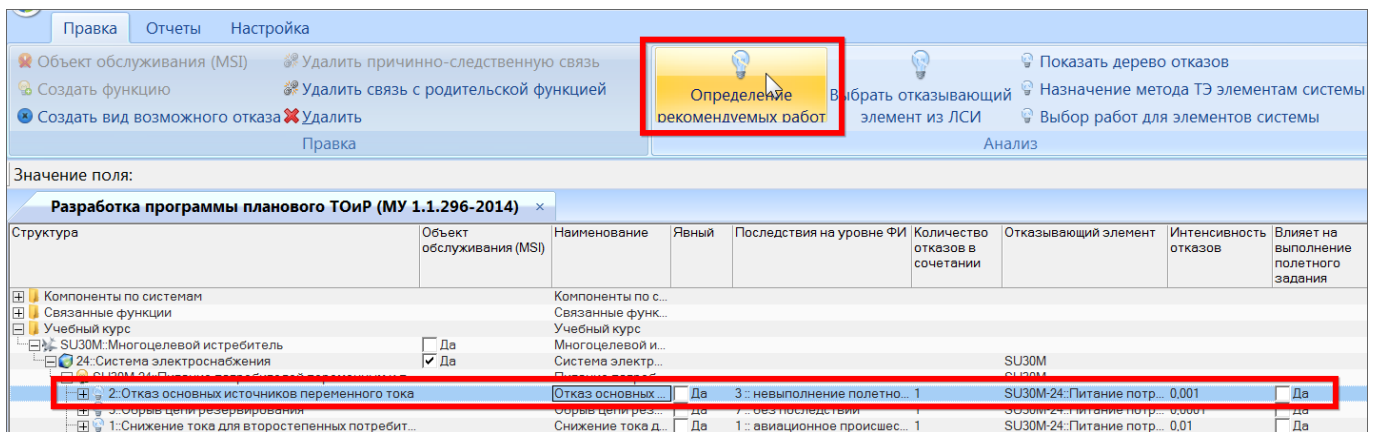

Рис. 11-85 – Открытие окна для выбора работ с целью выявления скрытых ФО ФС
- 2) Выбрать в нем ФО, у которого в поле «Явный» отсутствует флаг, и нажать кнопку «Определение рекомендуемых работ» панели «Анализ» (рис. 11-85).